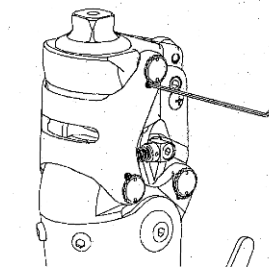

Fig. 4
b) Retirer la vis de serrage avec une clé 6 pans de 1,5 mm (figure 4).